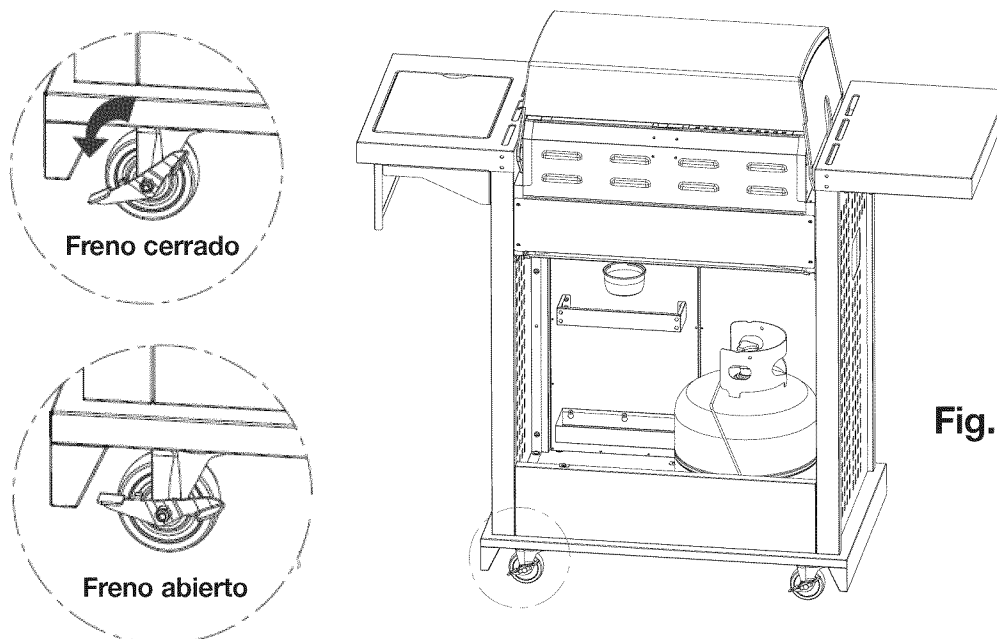

Fig. 15
1. Cuando la parrilla se encuentre en la posición deseada, bloquee el freno de la rueda. Esto ayudará a que la parrilla se mantenga en su lugar para un funcionamiento seguro como se muestra en la **Fig. 15**.